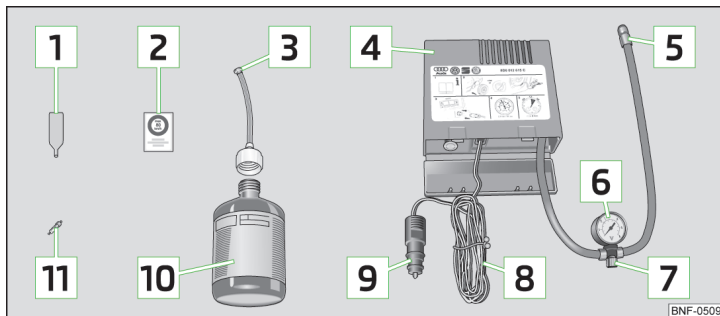

Bild 114 Principskiss: Beståndsdelar i reparationssatsen
Beståndsdelar i satsen » bild 114
- › Fäst etiketten [\[2\]](#) » bild 114 på sidan 123 på instrumentpanelen i förarens synfält.
- › Skaka påfyllningsflaskan [\[10\]](#) » bild 114 på sidan 123 några gånger fram och tillbaka.
- › Skruva fast luftkompressorns däckpåfyllningsslang [\[5\]](#) » bild 114 på sidan 123 på däckventilen.